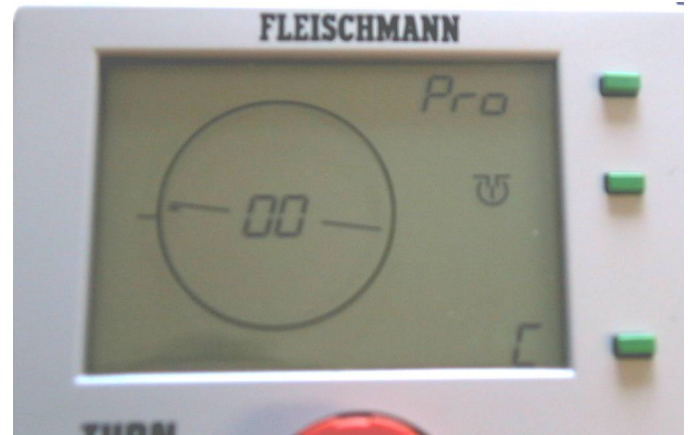

Fig 11. 2^o overgang opzoeken
- Draai nu met behulp van de **rode draaiknop** het **draaibrughuissymbool** naar de positie van de overgang (nr. 2) die u als volgende overgang in de TURN-CONTROL wilt invoeren (fig. 11).